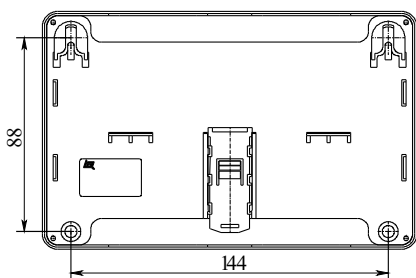

Рисунок 5
- б) при установке на стену, перегородку и конструкцию изготовленную из негорючих материалов (рисунок 5):